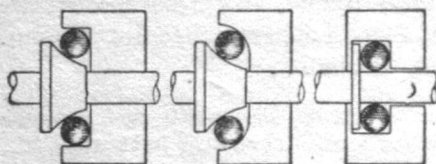

Abb. 1
b) Welches Kugellager in Abb. 1 hat die geringste Reibung? Warum?